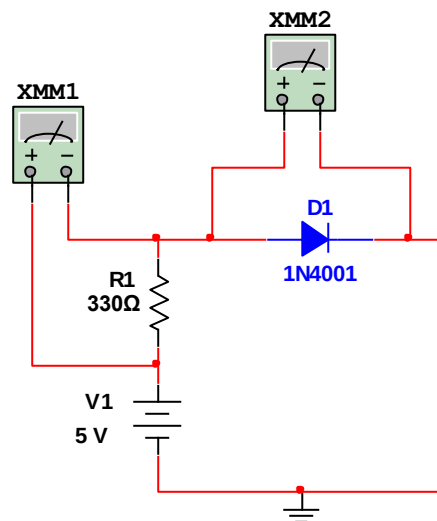

Figura 2.11. Circuito para determinar la curva V-I característica de un diodo polarizado en directa.
1. Arme en un protoboard el circuito mostrado en la figura 2.11